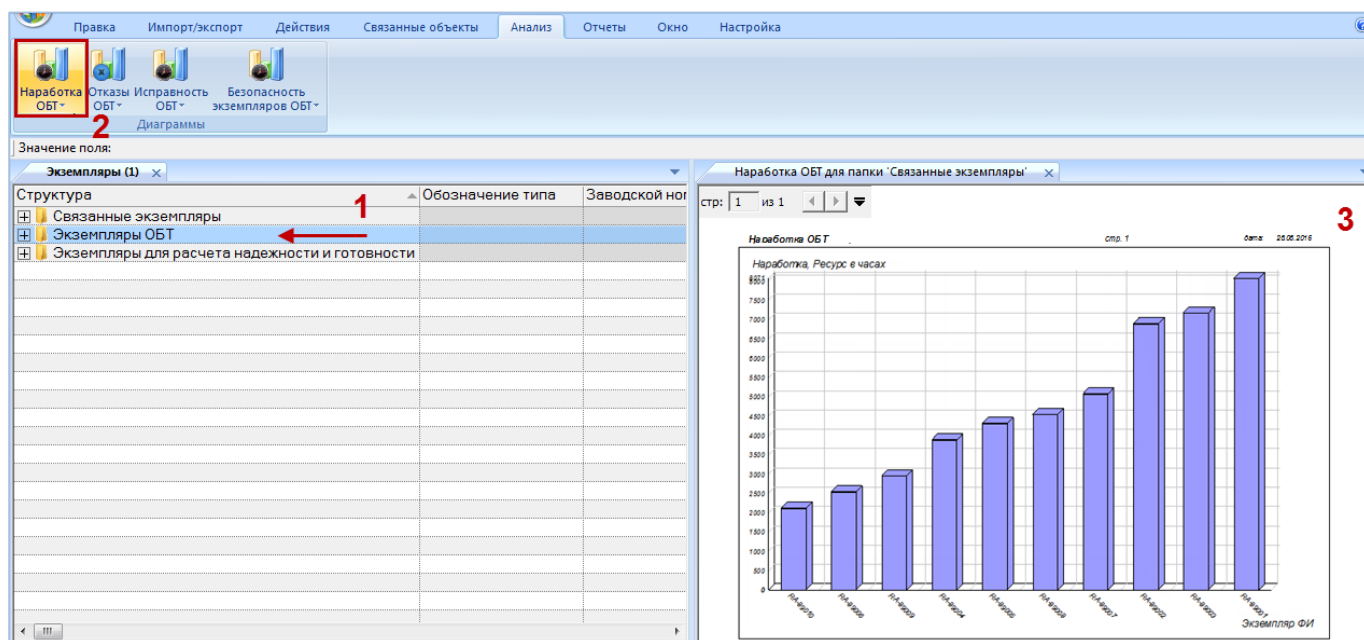

Рис. 25-33 – Построение диаграммы по наработке
- 4) В отдельном рабочем окне отображается диаграмма по наработке (3 на рис. 25-33). Краткое описание инструментов панели «Файл» для диаграмм приведено в пункте 5.4.7 «Панель «Диаграммы»», стр. 64.
4) В отдельном рабочем окне отображается диаграмма по наработке (3 на рис. 25-33). Краткое описание инструментов панели «Файл» для диаграмм приведено в пункте 5.4.7 «Панель «Диаграммы»», стр. 64.